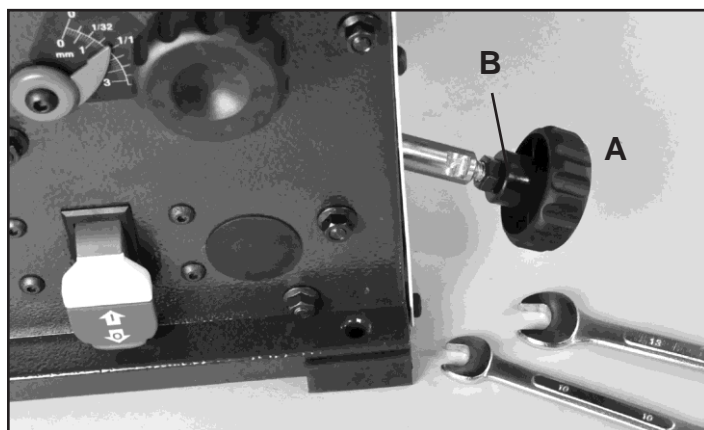

FIG. 10
Fixez le bouton d'ajustement (A) de la table d'alimentation à l'articulation en resserrant l'écrou d'hexagone (B) avec une clé à extrémité ouverte de 10 mm et 13 mm. FIG. 10.